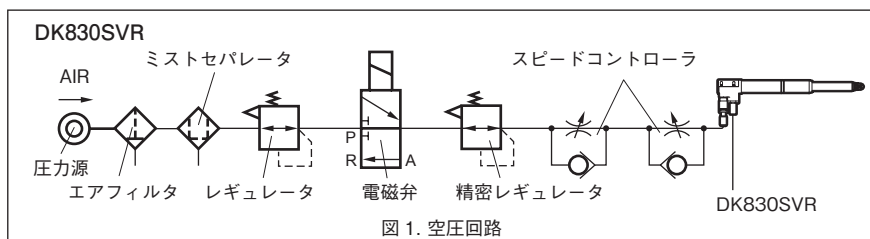

図 1. 空圧回路
- ・ エア取付口を通じて、測定子操作をする場合には、図 1 のような構成の空圧回路を用いますと、エア駆動が可能となります。空気の圧力は、 0.1 ± 0.01 MPa 程度が適当ですが、被測定物の硬度、測長ユニットストローク内のどこで測定するかなどで、圧力コントロールの調整が必要です。圧力のコントロールには、精密レギュレータ (例：SMC 製 IR2010 相当) を使用してください。
- ・ スピンドルの押し出し速度が速い場合、ワークに触れた瞬間に表示がエラーになることがあります。また過度の衝撃により、ベアリング内部のボール保持器がずれ、測定長が減少することがあります。この場合は、図 1 のようにスピードコントローラにてスピンドルの速度調整をしてください。